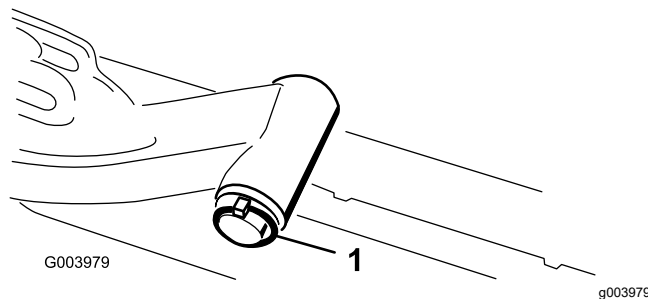

Рисунок 8
- A. Снимите шплинт с кольцом и шайбу, которые крепят шарнир подъемного рычага к подъемному рычагу и снимите шарнир с подъемного рычага (Рисунок 8).
- C. Вставьте вал подъемного рычага в подъемный рычаг и зафиксируйте шайбой и шплинтом с кольцом (Рисунок 8).